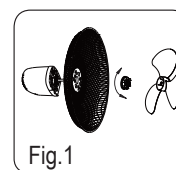

Fig.1
2. Vrid skyddsmuttern moturs. Ställ det bakre skyddsgallret i rätt läge (handtaget uppåt) och skruva åt skyddsmuttern. (Fig. 1)